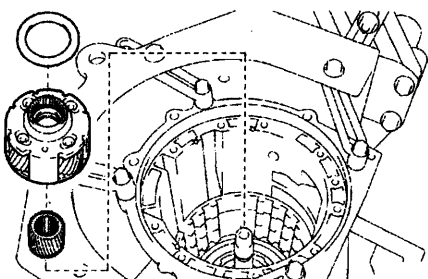

图 12-1-47
(54) 如图 12-1-47 所示, 从变速器壳上拆下中央行星齿轮总成、行星机构太阳轮和 4 号止推轴承座圈。